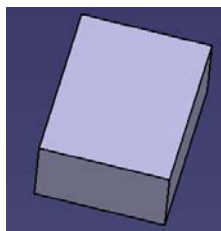
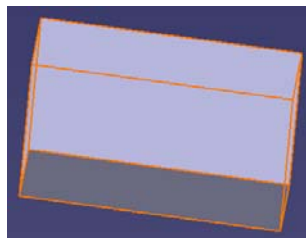

图 3-76
图 3-77
(1) 用 Rectangle → Pad 命令画图如图 3-76 后，向右侧 Mirror（见图 3-77）。